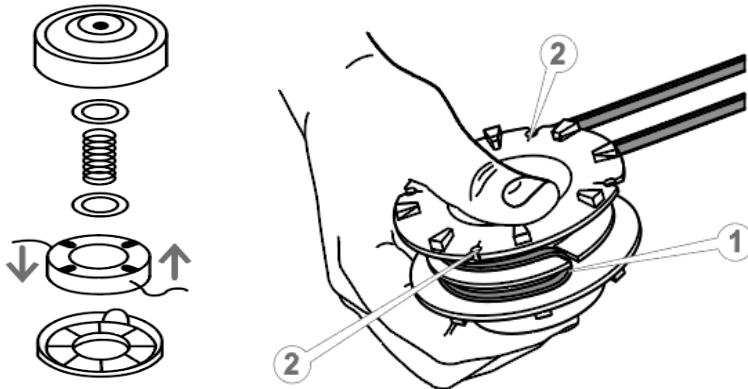

Рисунок 16. Схема заміни жилки у різальній головці.
- зняти кришку різальної головки й витягнути катушку (див. рис. 16);
- протягнути жилку на місці вигину у проріз (1, рис. 16) катушки;
- протягнути кінці жилки у прорізи (2, рис. 16) катушки і потім в отвори корпусу різальної головки.
Для перевірки стану свічки запалювання необхідно від'єднати ковпак із свічки запалювання, видалити бруд довкола електрода і свічки запалювання. Використовуючи свічковий ключ, викрутити свічку запалювання, оглянути її на цілісність. Якщо ізолятор свічки має тріщини, сколи — замінити свічку запалювання. У випадку повторного використання — зачистити свічку металевою щіткою. Заміряти зазор між електродами, за необхідності відкоригувати розмір зазору, підігнувши електрод, або замінити на нову свічку запалювання. Зазор між електродами має бути таким, як зображено на рис. 16. Компресійна шайба свічки запалювання не повинна бути значно деформована або пошкоджена. Повернути свічку запалювання на передбачене місце.